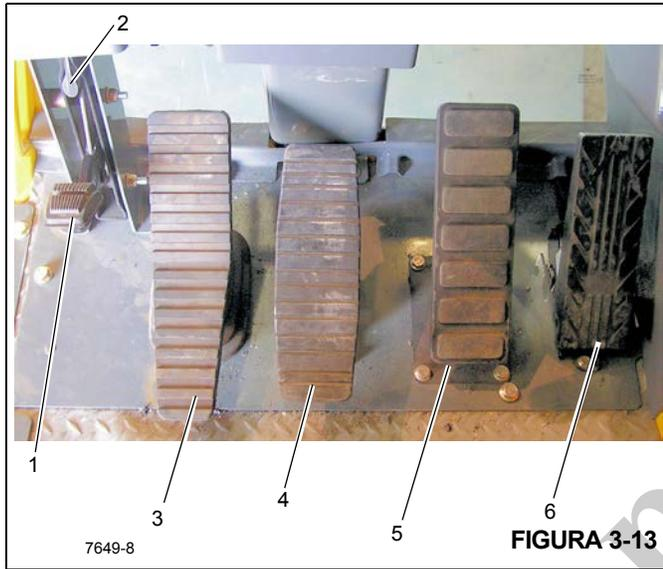

Figura 3-13 - Números de artículos
El pedal del bloqueo de giro en 360° (1) (Figura 3-13) se encuentra en el lado izquierdo del piso de la cabina de la grúa. El pedal se utiliza para activar el sistema de bloqueo de giro para evitar que la torreta gire. Para soltar el bloqueo de giro, tire de la palanca de soltado del bloqueo de giro de 360° (2) hacia arriba.
El pedal del freno de giro (3) (Figura 3-13) se encuentra en el lado izquierdo del piso de la cabina. El pedal del freno de giro se usa para reducir la velocidad del movimiento de giro o detenerlo. La fuerza de frenado es proporcional a la distancia que se pise el pedal. Si no se pisa el pedal y se desengrana la válvula de control del freno de giro, se aplica presión hidráulica al freno, lo cual vence la tensión de su resorte para soltarlo. Cuando se pisa el pedal, se acciona la válvula del servofreno de giro que aplica presión al conjunto del freno. Esta presión auxilia a la tensión del resorte para vencer la presión hidráulica aplicada al circuito de liberación
El pedal de control de telescopización (4) (Figura 3-13), presente cuando la grúa está provista de malacate auxiliar, se encuentra en el lado izquierdo del piso de la cabina. Pise la parte superior del pedal para extender la pluma y la parte inferior del pedal para retraerla.
El pedal de frenos (5) (Figura 3-13) es el segundo pedal contado desde la derecha en el piso de la cabina. El pedal se pisa para regular la aplicación de los frenos de servicio.
El pedal acelerador (6) (Figura 3-13) se encuentra directamente debajo del módulo de la pantalla del RCL, en el piso. Se usa para controlar la aceleración del motor, la cual aumenta o disminuye proporcionalmente según la presión aplicada al pedal. El pedal está conectado por medios eléctricos al módulo de control de la superestructura, el cual envía una señal a la unidad de control del motor por vía del enlace de datos J1939.